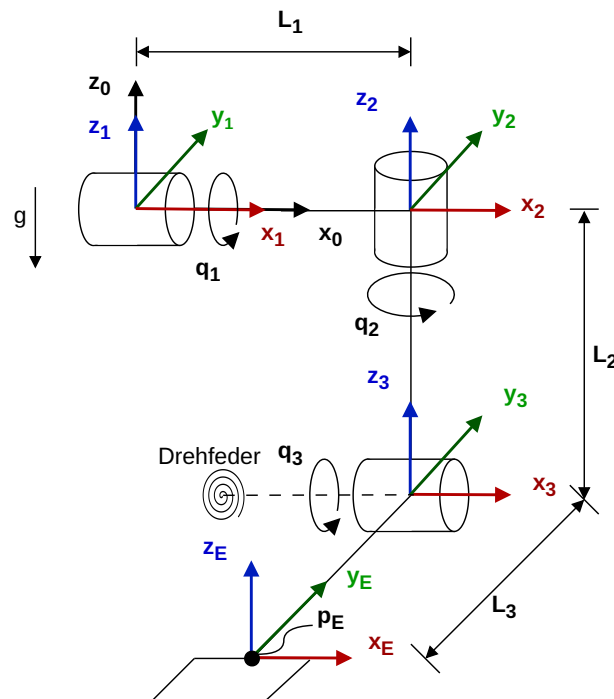

Abbildung 2: Kinematische Struktur des humanoiden Roboterarms
2. Abbildung 2 zeigt schematisch die kinematische Kette eines humanoiden Roboterarms. Das System besitzt die Freiheitsgrade $\mathbf{q} = [q_1 \ q_2 \ q_3]^T$. Entsprechend der eingezeichneten lokalen Koordinatensysteme beschreibt q_1 die Rotation der Schulter um die x_1 -Achse. q_2 beschreibt die Rotation des Oberarms um die vertikale z_2 -Achse und q_3 die Rotation des Ellbogens um die horizontale x_3 -Achse. Die geometrischen Abmessungen sind als L_1 , L_2 , L_3 gegeben.